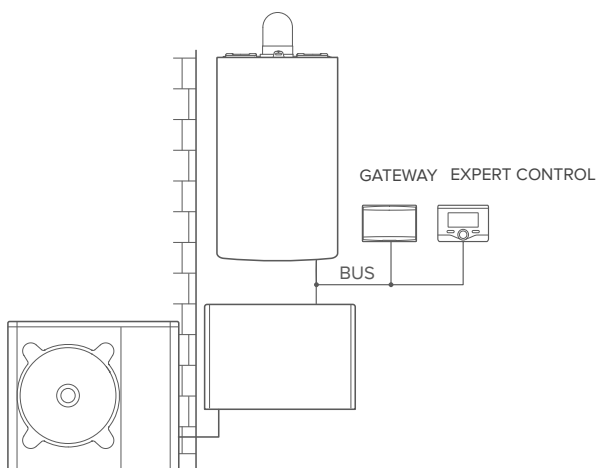

fig.8
Actions nécessaires (fig. 8) :
2. Fixer la passerelle à la plaque en appuyant sur les côtés (Figure 8) ;